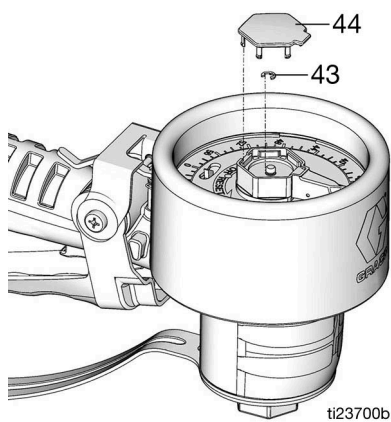

FIG. 35
5. Instale o anel de retenção pequeno (43) e a tampa (44) (FIG. 35).